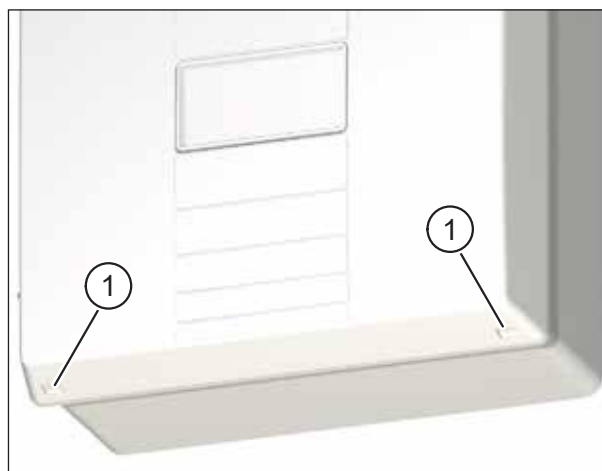

Abb. 17: Gerätedeckel vom Lüftungsgerät abnehmen
- ▶ Drücken Sie mit beiden Daumen auf die beiden Rasthaken (Pos. 1 in Abb. 17) an der Unterseite des Lüftungsgerätes. Der Gerätedeckel löst sich.